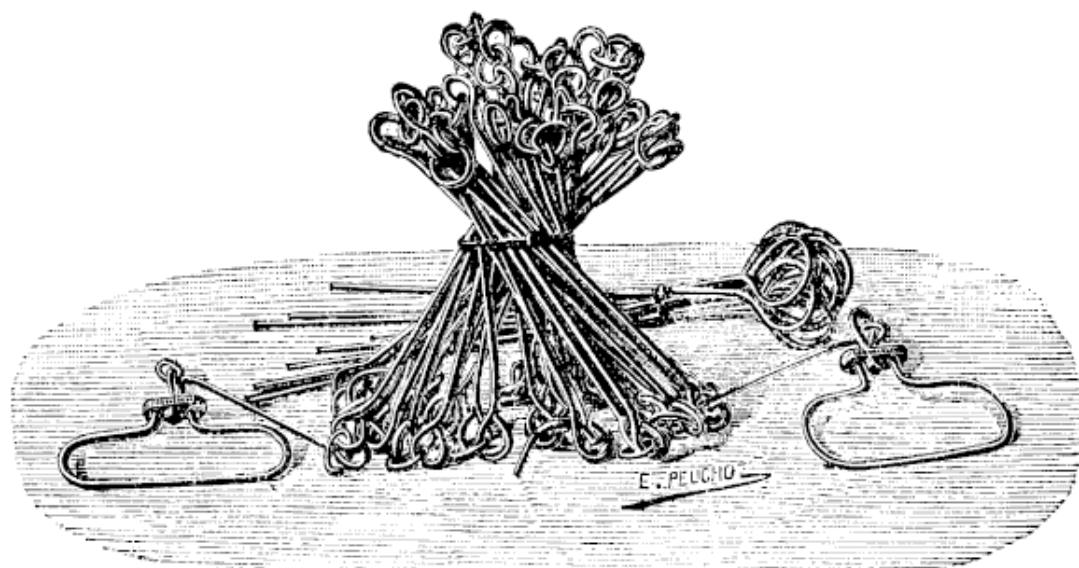

Fig. 1
1. Chaîne d'arpenteur en fer, de 10 mètres, divisée en chaînons de 0 ^m 20 (fig. 1) avec fiches à pointes.....	4 25